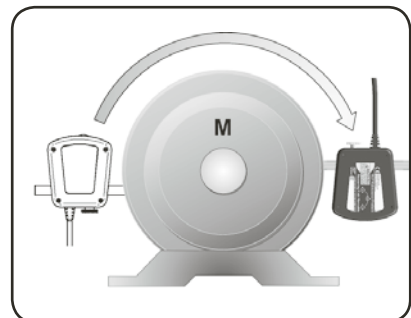

Afb. 17. De 9-uur-positie instellen
- Zet de meetunits naar de 9-uur-positie met behulp van de waterpas (afb. 17).